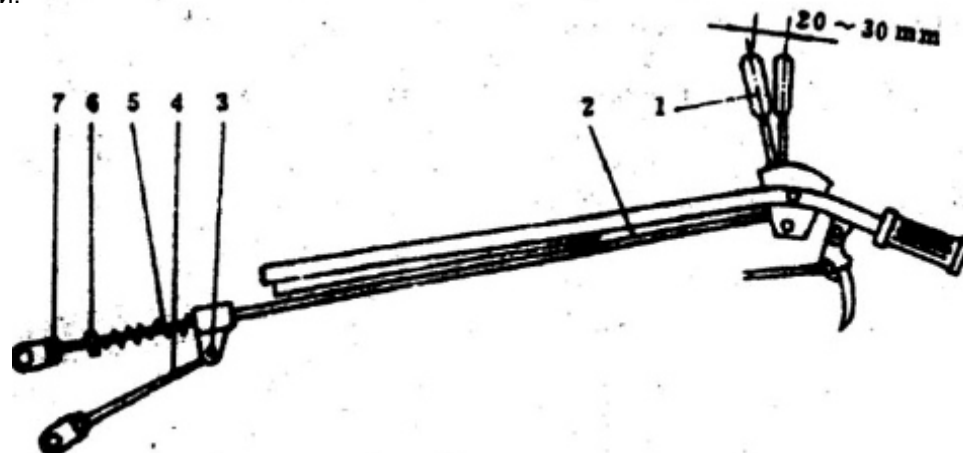

Рис. 9 Регулировка системы управления тормозом/сцеплением
3. Регулировка тормоза (Рис. 9)